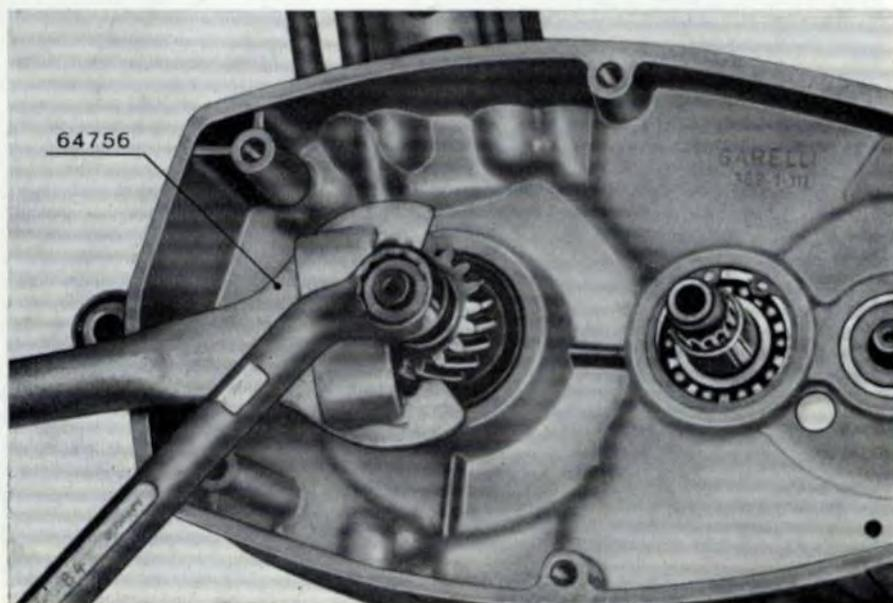

Fig. 7 - Come rimuovere il dado fissaggio pignone sull'albero motore usando l'attrezzo 64756
11. Fig. 7 - Con l'impiego dell'attrezzo 64756 ferma pignone, rimuovere il dado con chiave poligonale da mm. 14 e sfilare la rosetta elastica.
- Infilare il pignone sull'estremità dell'albero motore, la rosetta elastica ed avvitare a fondo usando l'attrezzo 64756 e la chiave poligonale da 14 mm. già impiegati per lo smontaggio (Fig. 7).